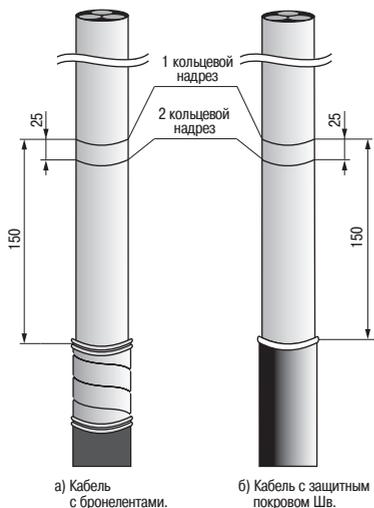

Рисунок 3.
4.7 На расстоянии 150 мм от среза брони (шланга) выполнить на оболочке кабеля первый кольцевой надрез на половину толщины оболочки и, на расстоянии 25 мм от первого, второй кольцевой надрез (рисунок 3).